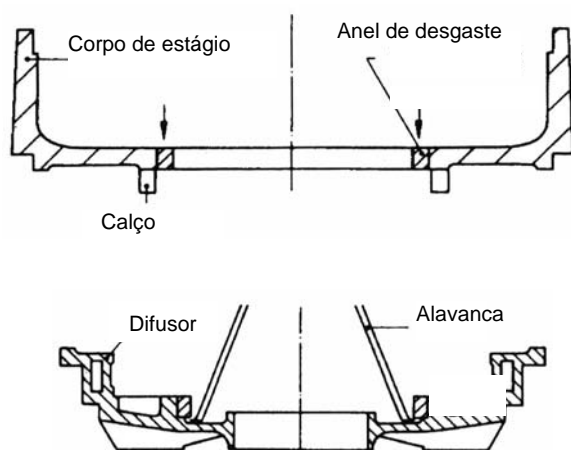

Fig. 17 Substituição dos anéis de desgaste
1. Soltar os pinos roscados, pressionar os anéis de desgaste do corpo de estágio e difusor para fora tomando cuidado para não danificar o ajuste (ver fig. 17).